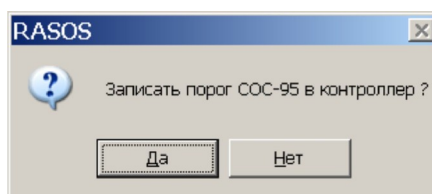

Рисунок 13
- 5) Установить порог приема БКД-М равным 30, выбрав пункт меню «БКД\Прочитать порог СОС-95». Ввести подтверждение записи порога в БКД-М (рисунок 13). Проверить появление сообщения «Порог СОС-95 записан успешно».
- 7) По окончании поиска проверить наличие «БПДД» в таблице устройств (рисунок 13).